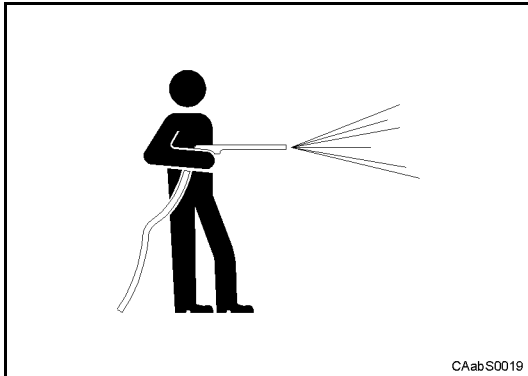

Fig. 5
- 2 Pulire con cura l'ambiente di lavoro e la macchina su cui si opera sia prima che durante la manutenzione (Fig. 5).
- 2 *Clean carefully the working environment and the machine before carry out the maintenance operations (Fig. 5).*